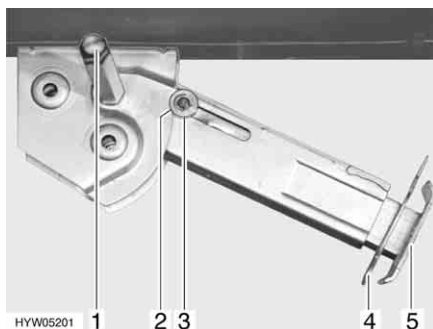

Fig. 50 Piedino di stazionamento
- Inserire la chiave a tubo nell'esagonale (Fig. 50,1) e ruotare fino a quando il piedino di stazionamento non si trova in posizione verticale verso il basso.
- Estrarre la copiglia (Fig. 50,4) dal prolungamento dell'estremità del piedino (Fig. 50,5).
- Inserire la chiave a tubo nell'esagonale (Fig. 50,1) e ruotare fino a quando il piedino di stazionamento non si stacca dal terreno.
- Spingere completamente all'interno il prolungamento dell'estremità del piedino (Fig. 50,5) e inserire la copiglia (Fig. 50,4) nel foro apposito.
- Ruotare la chiave a tubo nell'esagonale (Fig. 50,1), fino a quando il piedino di stazionamento non è sollevato verso l'alto e la guida (Fig. 50,3) è rientrata totalmente nell'intaglio (Fig. 50,2).